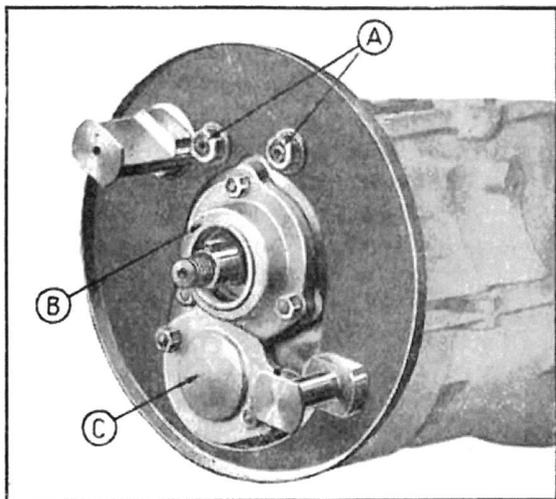

Fig. 139 — Vue de l'AR. de la boîte de vitesses, la poulie et les segments du frein étant enlevés
- 16—Placer sur l'arbre primaire la clavette de la poulie de frein puis une rondelle d'écrasement neuve, et s'il y a lieu, la turbine de retour d'huile. Fixer le chapeau du roulement avec un joint neuf (fig. 139).